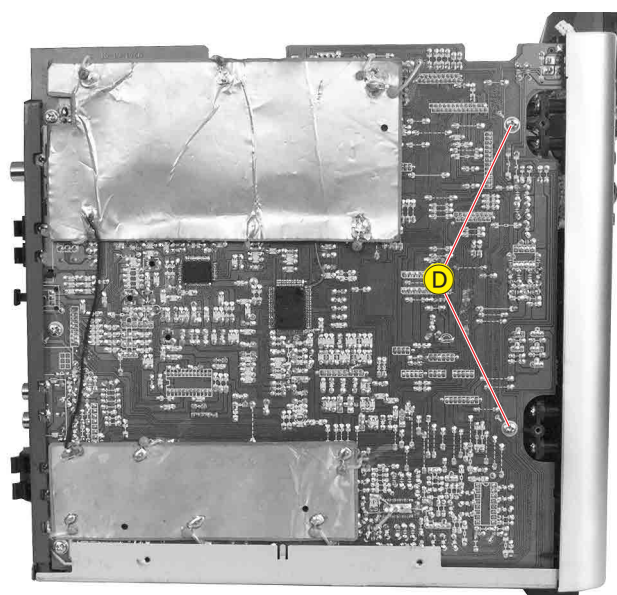

Fig. 4
- 2 Schrauben **D** (Fig. 4) herausdrehen.
- Undo 2 screws **D** (Fig. 4).